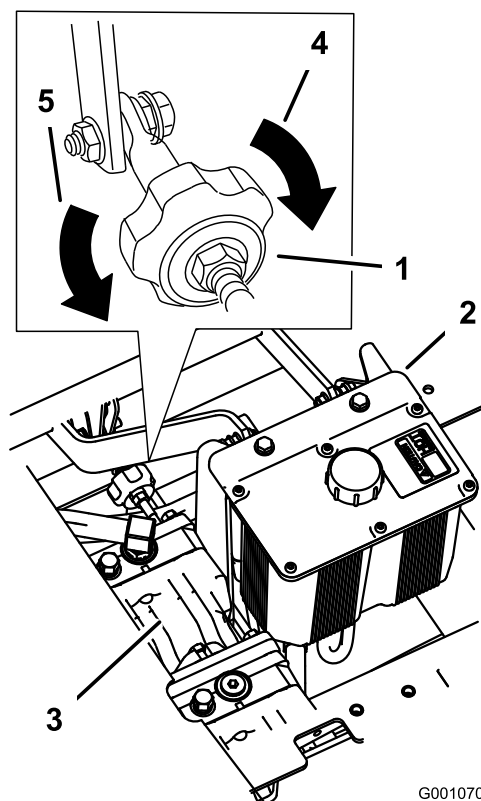

Figura 78
2. Ajuste la longitud de la varilla de la bomba girando el pomo, en el sentido apropiado, hasta que la rueda quede estacionaria o se mueva muy lentamente en marcha atrás (Figura 78).